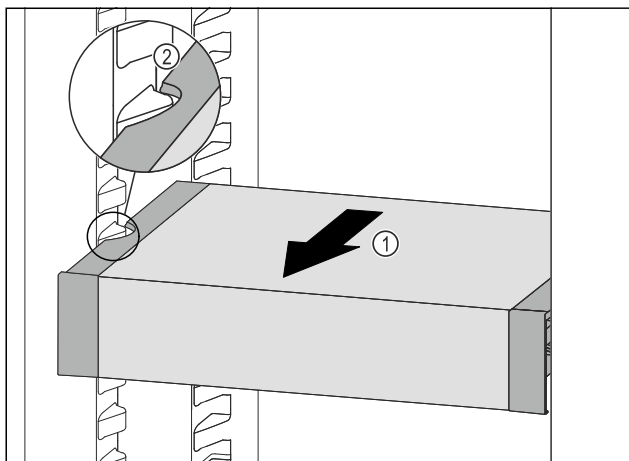

Fig. 140
- VarioSafe nach vorne ziehen Fig. 140 (1), bis sich die seitlichen Aussparungen des VarioSafes auf Höhe der Behälterrippe im Kühlteil befinden. Fig. 140 (2)